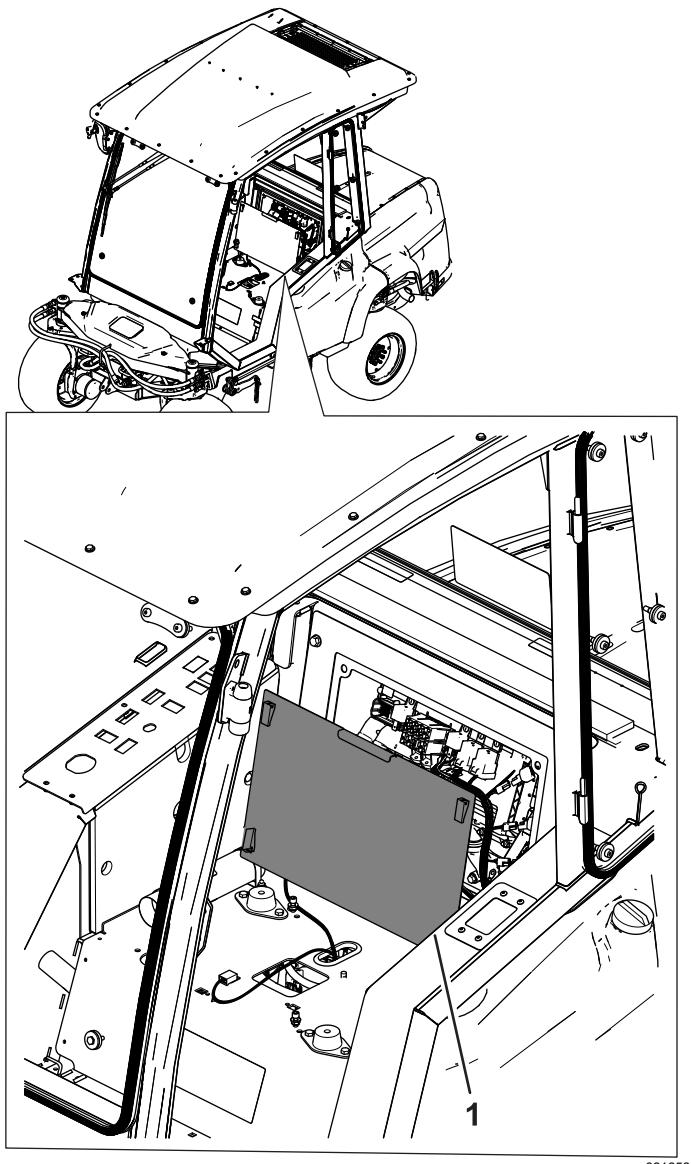
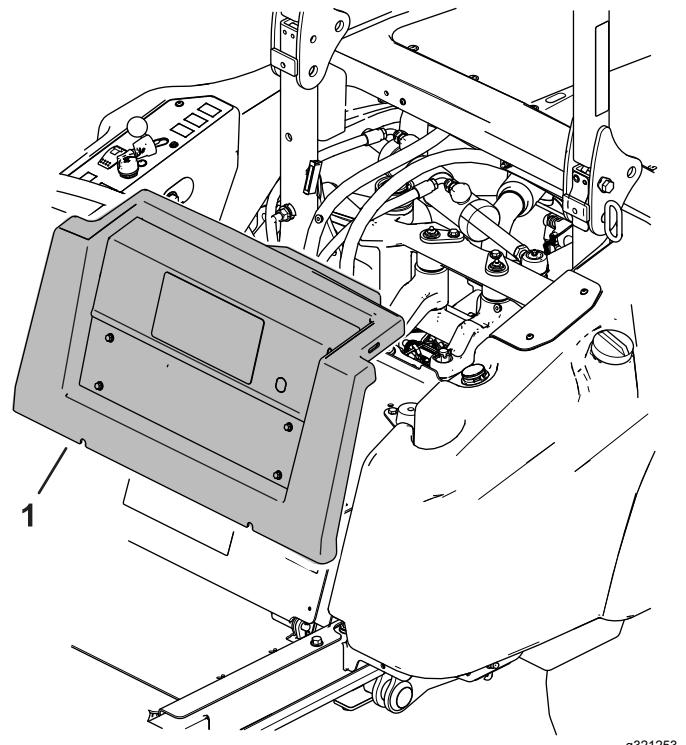

图 1
图 2
3. 向前倾斜后盖或取下后盖以露出电线 图 1 或 图 2。